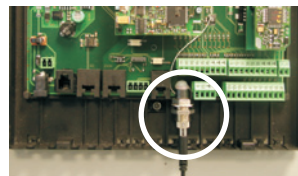

Bild 1
- 2 Schließen Sie beim **TC Plus GSM** die Antenne an der dafür vorgesehenen Buchse an (Bild 1, weißer Kreis).